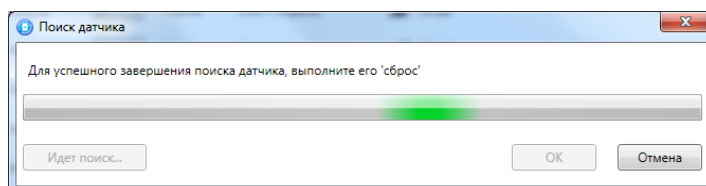

Рис. 6.21. Подключение радиоизвещателя
4. После нажатия кнопки *OK* начнется поиск радиоизвещателя контроллером в течение 30 секунд (рис. 6.21). Для того чтобы радиоизвещатель был найден контроллером, его состояние должно быть сброшено. Для новых радиоизвещателей выполнять сброс не требуется (их состояние является сброшенным). Для радиоизвещателей, использовавшихся ранее, необходимо выполнить сброс. У большинства моделей (за исключением *Ладога-ПД-РК*) он выполняется путем замыкания перемычки сброса на плате. Подробные сведения о сбросе состояния радиоизвещателей см. в документации к ним.